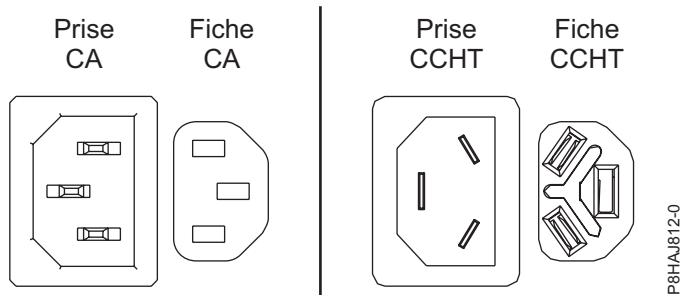

Figure 30. Connecteurs CA et CCHT
2. Rebranchez les cordons d'alimentation (A) à l'unité centrale. Voir les figures figure 31, figure 32, à la page 58 ou figure 33, à la page 58 selon le type de votre système. La figure 30 illustre les connecteurs pour courant continu (AC) et pour courant continu haute tension (CCHT) pris en charge.